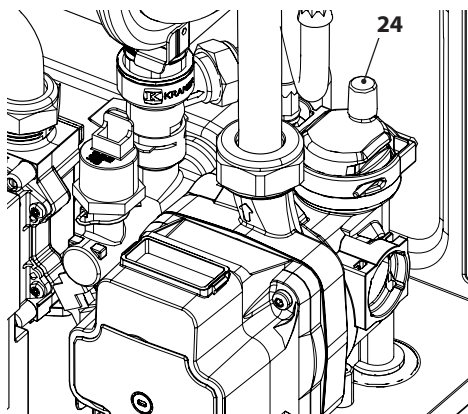

Figura 9.11
- Para facilitar el vaciado, quite el tapón 24 de la válvula de purga automática indicado en la Figura 9.11.